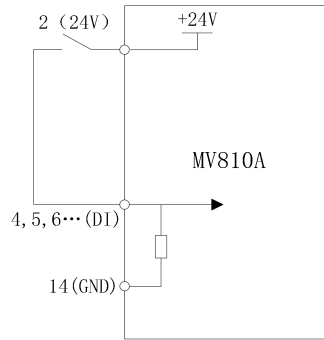

图 2-5 使用变频器内部+24V 电源连接方式
(1) P09.11=0 (数字端子开路电压选择 0V)
① 干节点方式, 接线方式如图 2-5 所示。